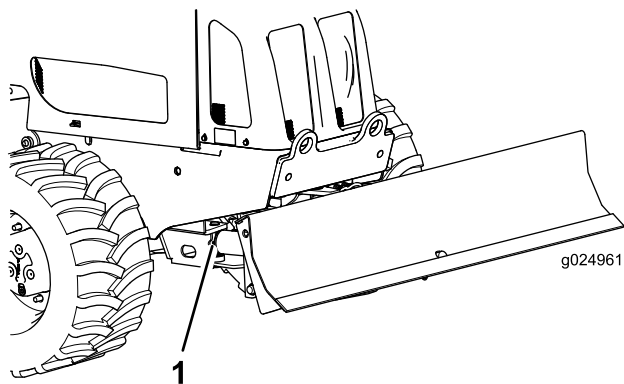

Рисунок 58
2. Подсоедините смазочный шприц к масленкам на каждом цилиндре углового смещения отвала и введите консистентную смазку в каждую масленку, сделав 3 качания шприцом (Рисунок 58).